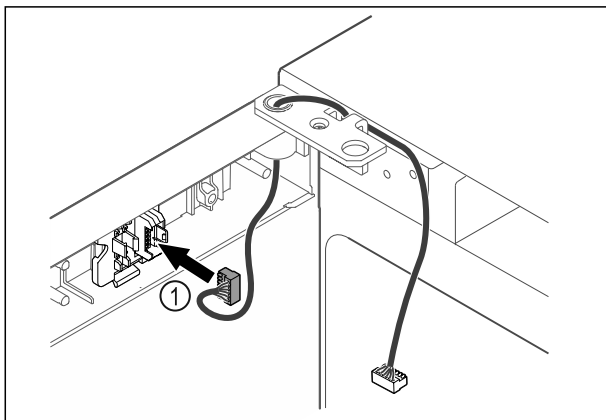

Fig. 59
- ▶ Dugja be a dugót Fig. 59 (1) a dugófoglatba.